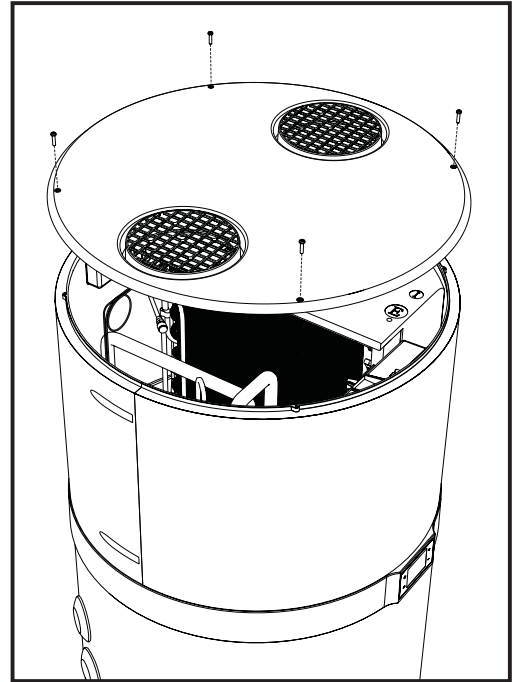

fig. 41 - Retrait du couvercle supérieur
- Retirez le capot supérieur en dévissant d'abord les vis de verrouillage spécifiques (fig. 41).